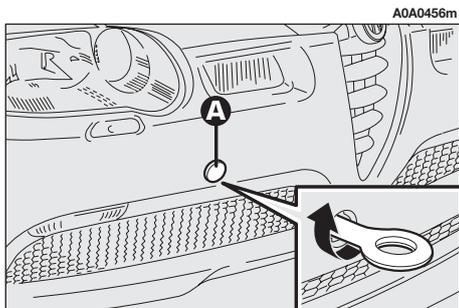

fig. 55
- Rimuovere il coperchietto (A) inserito a pressione sul paraurti anteriore (fig. 55). Per questa operazione, nel caso si utilizzi il cacciavite in dotazione con lama a punta piatta, occorre proteggere la punta stessa con un panno morbido, al fine di evitare l'eventuale danneggiamento della vettura.